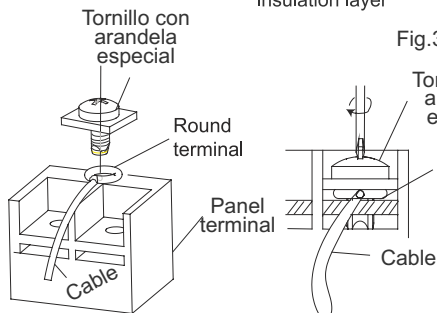

Fig.40
- 4). Coloque el cable del terminal redondo y sustituya y ajuste el tornillo con un destornillador (Fig.40)